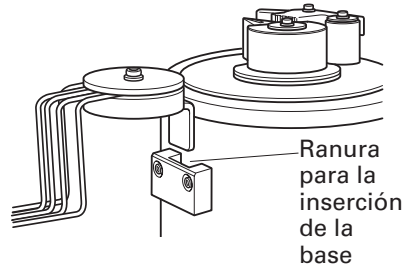

Fig. 17
- (1) Inserte la base del protector de desviación en la ranura de la cortadora/curvadora de varillas. (Fig.17)